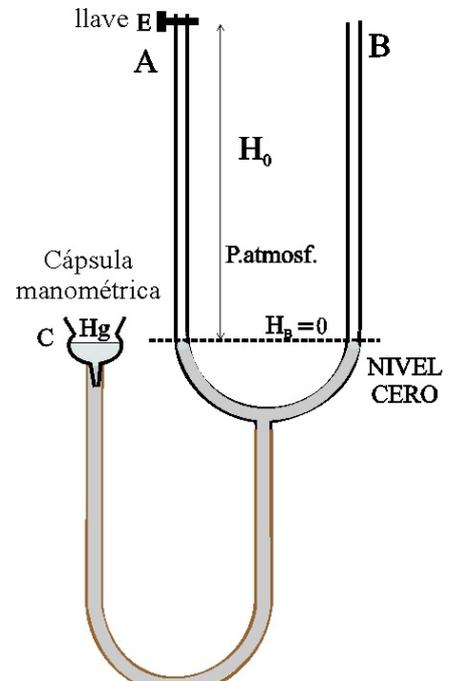

Fig.1. Esquema del montaje
3. Se llenará la cápsula manométrica C, con la llave E abierta (posición vertical), con la cantidad suficiente de mercurio para que a una altura media, el líquido manométrico alcance el nivel 0 en ambos lados (dado que el Hg es un líquido, que no moja, a diferencia del agua, y forma un menisco convexo, deberá tenerse en cuenta el error de paralaje). Se cierra la llave girándola  $90^\circ$  en sentido horario. A la presión atmosférica en mmHg, el volumen del gas encerrado en A, será:  $\text{base} \times \text{altura} = S$  (sección interior del tubo, aproximadamente  $16\text{mm}^2$ )  $\times H_0$ . (200mm). (Véase fig.1)